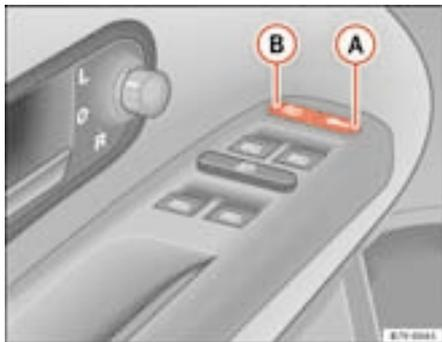

Abb. 57 Ausschnitt aus der Fahrertür: Zentralverriegelungstaster
- Drücken Sie die Taste ⇒ Abb. 57 ⇒ .